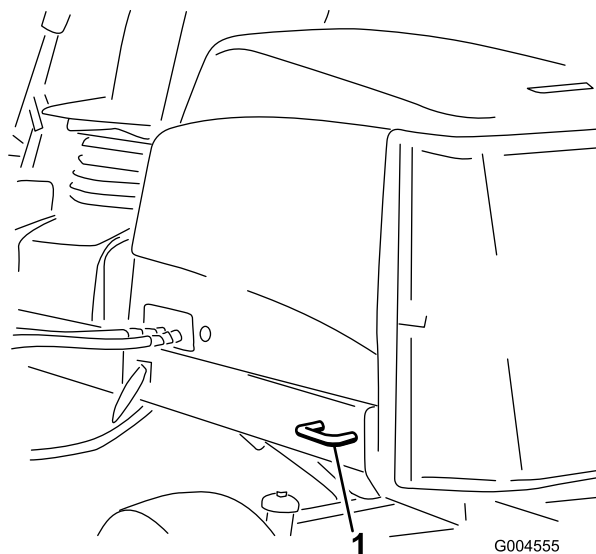

Figure 22
- Arrière – chaque côté de la machine sur le châssis arrière (Figure 22).